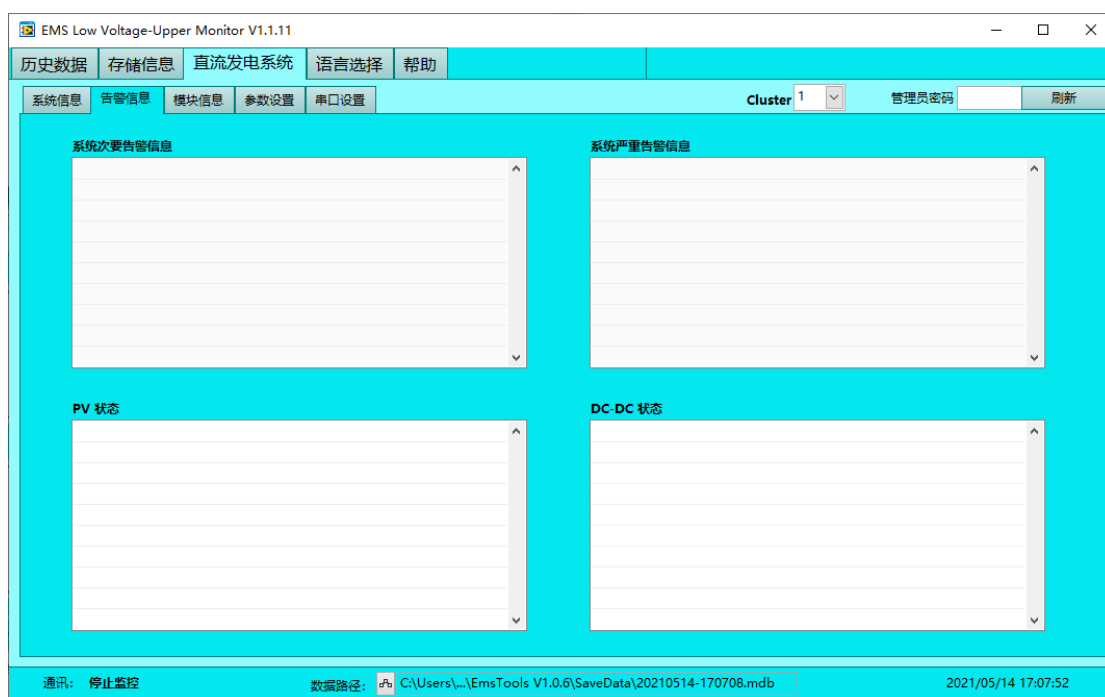

图 20 告警信息界面
1. 打开主界面后（见图 20），选择设备类型、波特率、CAN 通道和索引号，点击打开设备和启动监控（见图 21），上位机会实时读取系统的信息。链接成功后，状态指示灯会闪烁。